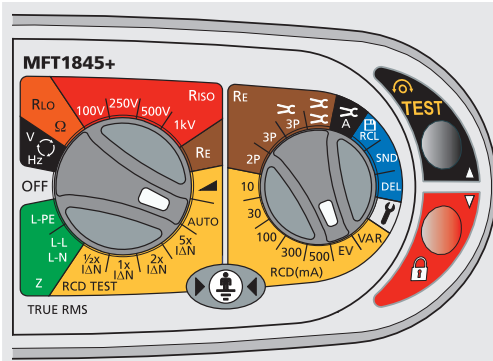

Bild 8: Schaltereinstellungen
1. Wählen Sie den automatischen Ablauf („auto“) auf dem linken Bereichsschalter (sehen Sie Bild 8).